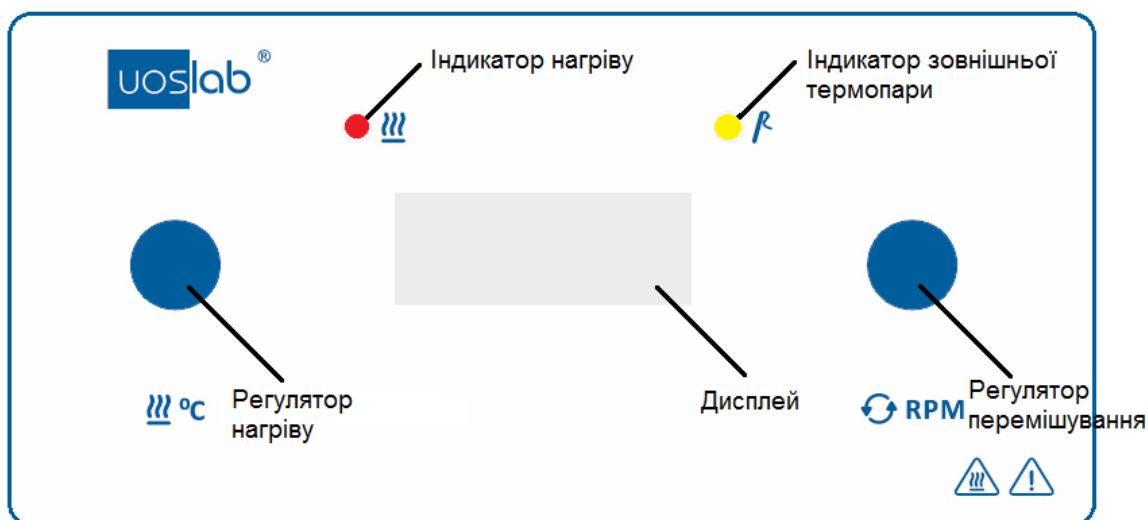

Рис. 1
- 5.2.1. Необхідна температура робочої платформи в градусах Цельсія встановлюється за допомогою регулятора температури (рис. 1):
- 5.3.1. Швидкість перемішування в обертах за хвилину встановлюється за допомогою регулятора швидкості перемішування (рис. 1):